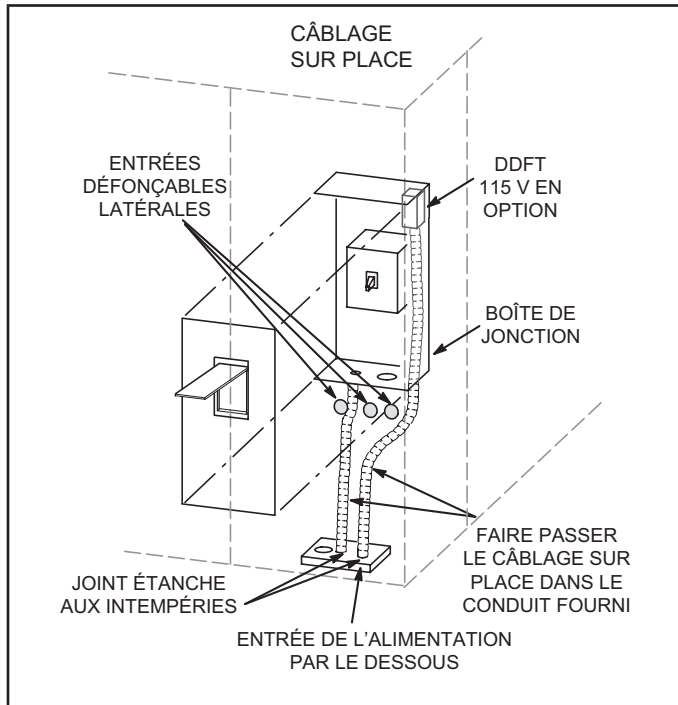

FIGURE 12
- 3- Acheminez le câblage sur place dans le conduit fourni sur place, comme illustré à la FIGURE 12.